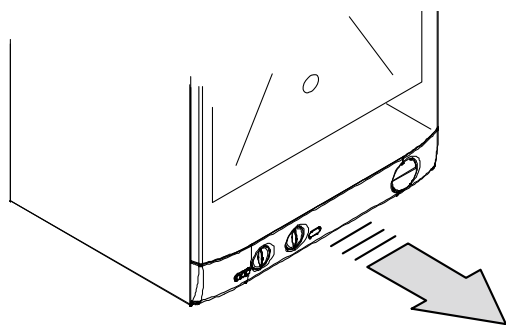

рис. 5.18
- Выньте вперед панель управления, чтобы получить доступ к коробке с зажимами рис. 5.18.